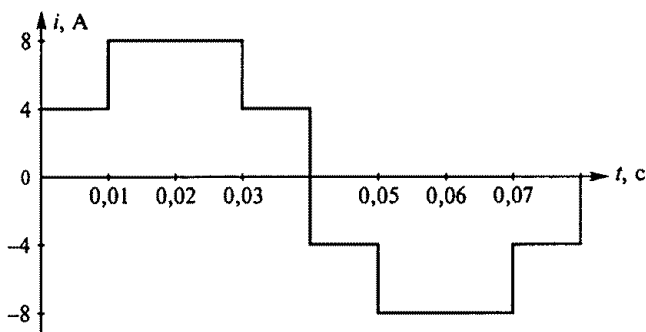

Рис. 114
3.76.Р. Каковы среднее и действующее значения тока за полпериода, а также амплитуда эквивалентной синусоиды и частота переменного тока, график которого изображен на рис. 114? (Указать неправильный ответ.)